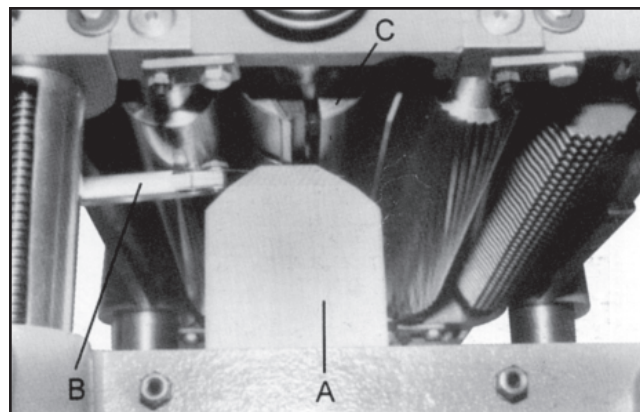

Figura 17
3. Coloque el bloque calibrador (A, Figura 17) sobre la mesa directamente debajo de la cabeza de corte (C, Figura 17).
4. Coloque una hoja calibradora de .04" (B, Figura 17) sobre el bloque calibrador y suba o baje la mesa hasta que la hoja calibradora apenas toque la cuchilla cuando la cuchilla está en su punto más bajo. No mueva la mesa hasta que el rodillo haya sido ajustado.